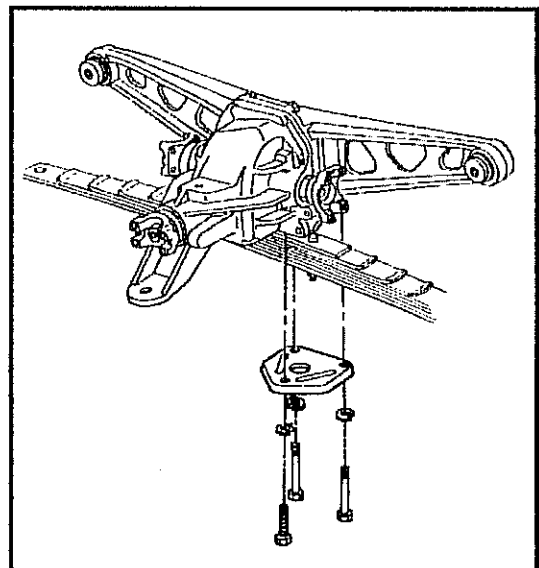

Abb. 8-9 Befestigung der Querblattfeder am Differentialgehäuse
- Die Befestigungsplatte der Feder lösen und die Querblattfeder entfernen. Siehe Abb. 8-9.